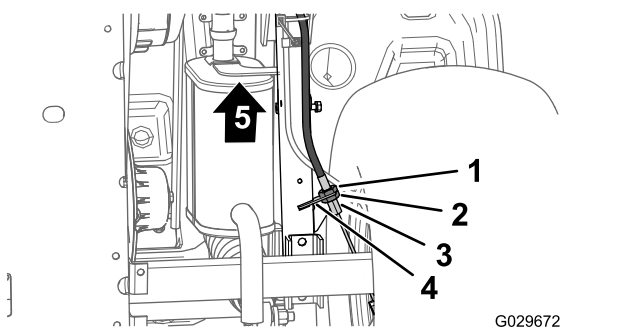

Рисунок 66
3. В нижней части машины ослабьте заднюю зажимную гайку резьбового регулятора троса стояночного тормоза на 4 оборота (Рисунок 66).
4. Затяните переднюю контргайку (Рисунок 66).
- A. Ослабьте затяжку передней зажимной гайки (Рисунок 66) на резьбовом регуляторе троса стояночного тормоза на один оборот.
- B. Затяните заднюю контргайку (Рисунок 66).
- A. Ослабьте затяжку задней зажимной гайки (Рисунок 66) на резьбовом регуляторе троса стояночного тормоза на один оборот.
- B. Затяните переднюю контргайку (Рисунок 66).